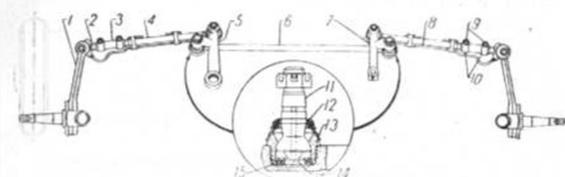

Рис. 33. Рулевые тяги:
- 1) расшплинтовать и отпустить два болта 9 хомутов 10, стягивающих концы регулировочной трубки 3 (рис. 33);